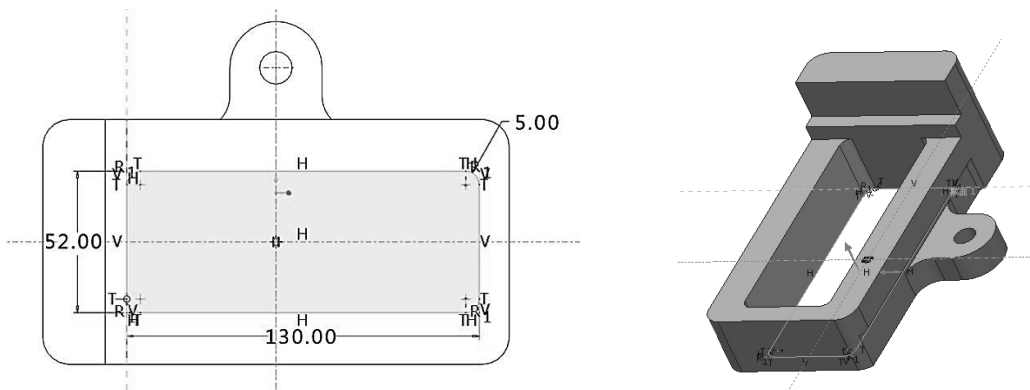

图 4-59 截面及拉伸切除模型
(1) 单击  按钮打开拉伸操控面板，单击属性面板上的  按钮，选择平口钳底面作为绘图平面，单击  进入草绘模式。
(2) 在草绘模式下绘制如图 4-59 所示的截面，绘制完成后单击  退出草图。特征拉伸方向朝平口钳上方，在拉伸操控面板中选择拉伸方式 ，如图 4-59 所示。单击拉伸操控面板中的  预览拉伸效果，确认无误后单击  按钮，完成特征创建。